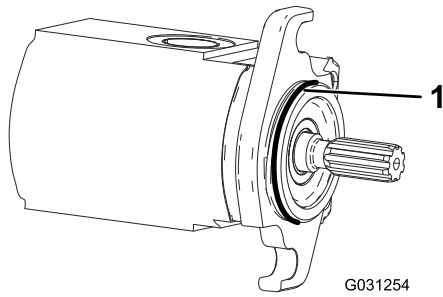

Figura 7
4. Instale la junta tórica en el motor del molinete (Figura 7).